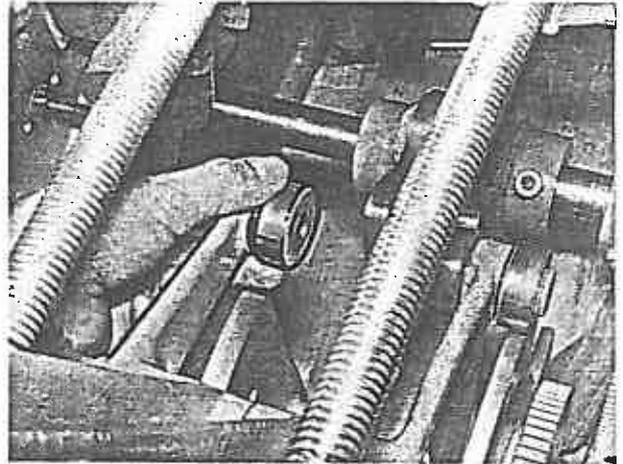

Bild 87
3. Kurvenrolle abnehmen (Bild 87).